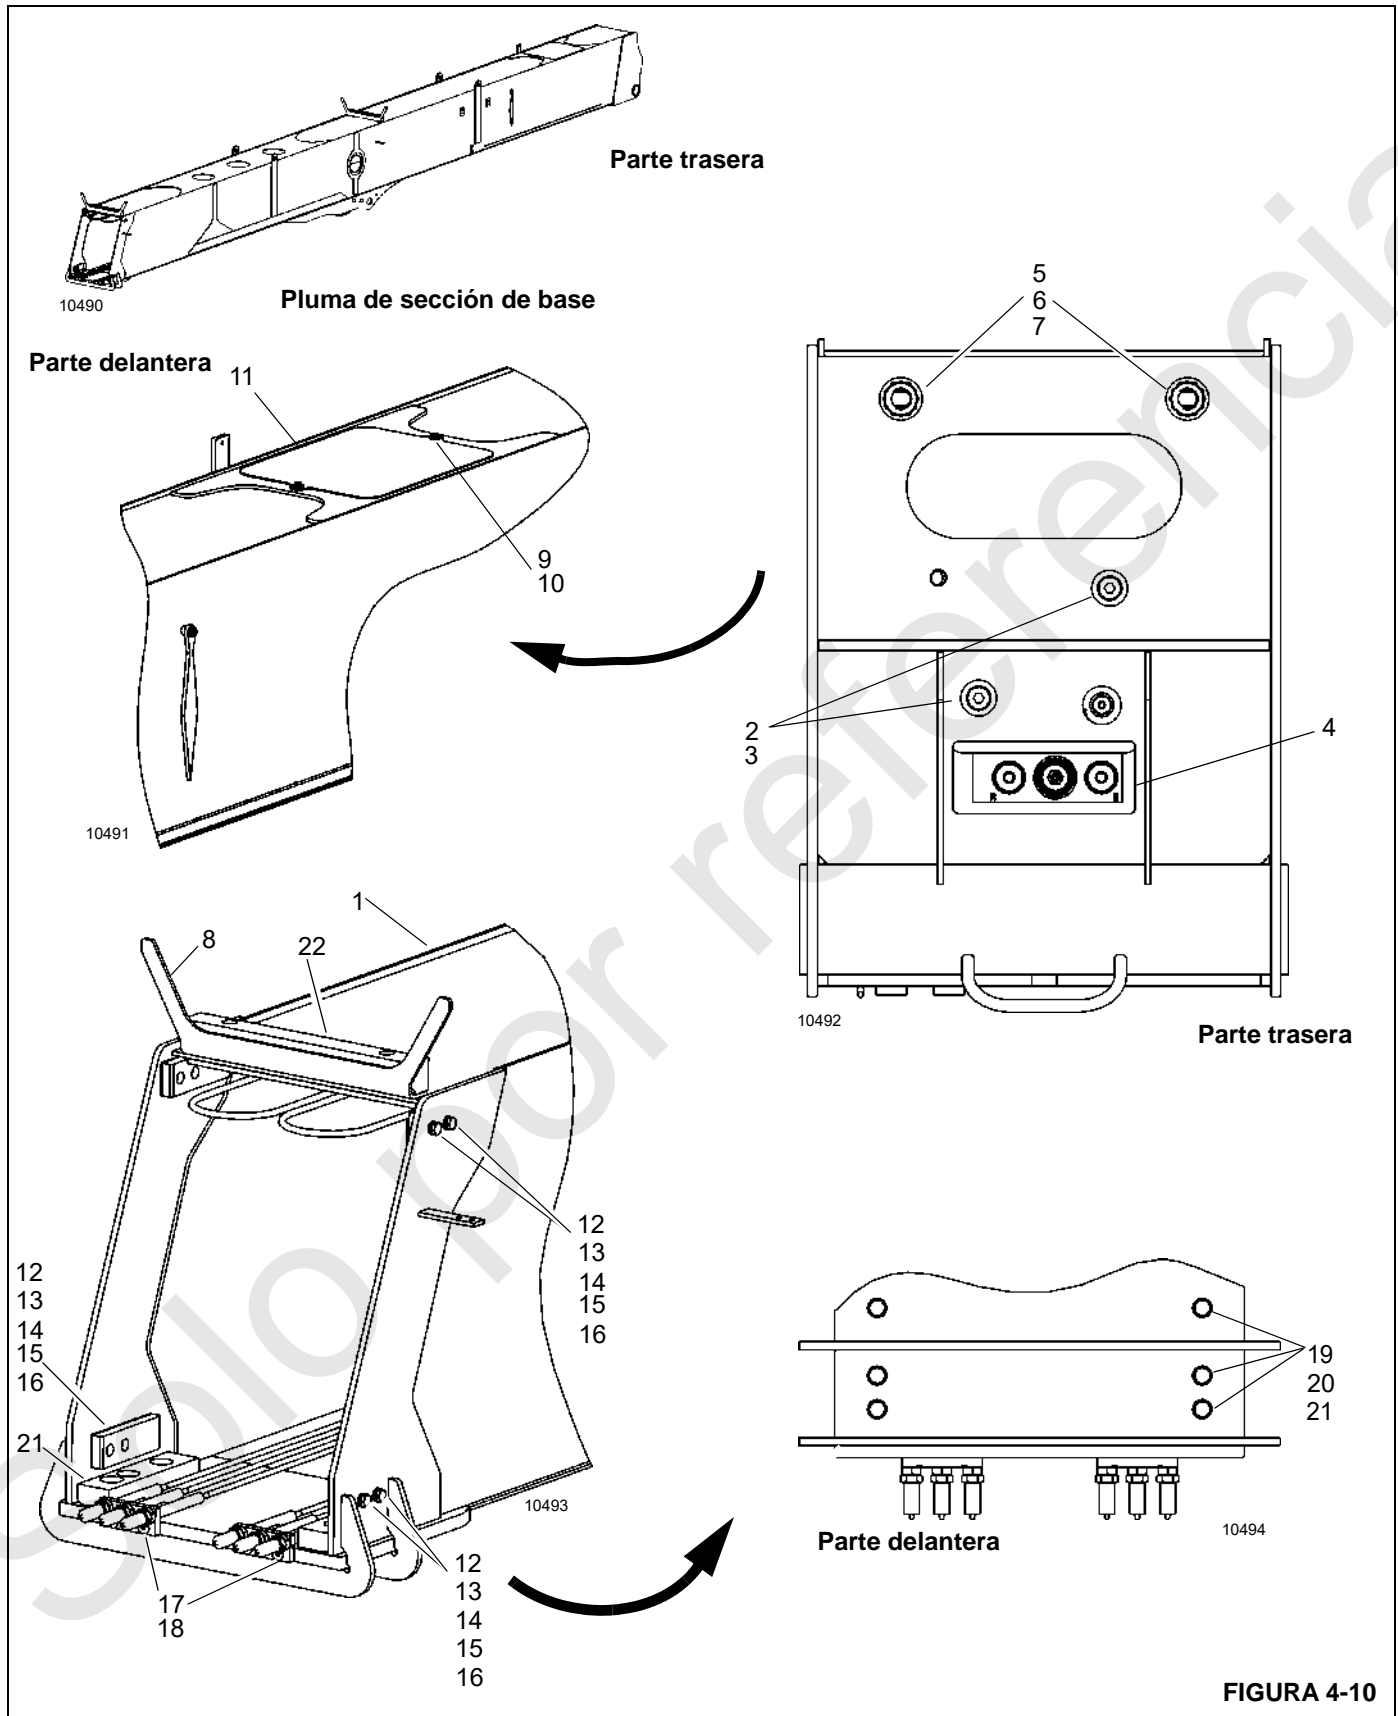

FIGURA 4-10
Los pasos 1 al 3 corresponden a una pluma que va a desarmarse dejando la sección de base (1, Figura 4-10) y el plumín (si lo tiene) instalados en la grúa.
**Tabla 4-1 Lista de artículos de la sección base Figura 4-10 de la pluma**
5. Retire los pernos (2, Figura 4-10) y las arandelas (3) que fijan el cilindro de extensión telescópica (4) a la sección de base (1) de la pluma.
6. Retire las contratuercas (5) y las arandelas (6) de los cables sincronizadores (7) en la parte trasera de la sección de base (1). Marque las ubicaciones de las tuercas y arandelas. Marque y rotule los cables, y deje los extremos de los cables colgando dentro de la pluma.
7. Retire la tornillería de conexión, almohadillas de desgaste y las guías de cable (8) de la parte superior de
11. Retire y marque los pernos (12, Figura 4-10), arandelas (13), arandelas de seguridad (14), suplementos (15) y las almohadillas de desgaste (16) de los lados de la sección de base (1) de la pluma.
12. Saque los cuatro pernos (17) que fijan los anclajes de cable de retracción 3/2/1 (18) a la punta inferior de la sección de base (1) de la pluma.
13. Retire y marque los pernos (19), arandelas (20) y las almohadillas de desgaste (21) de la punta inferior de la sección de base de la pluma. Tire de los anclajes del cable de retracción (18) hacia afuera y mantenga los cables de retracción tensos mientras tira de la sección telescópica 1 (con las secciones telescópicas 2, 3 y 4) hacia afuera de la sección de base (1). Provea apoyo al extremo de la base de la sección telescópica 1 a medida que sale de la sección de base de la pluma.